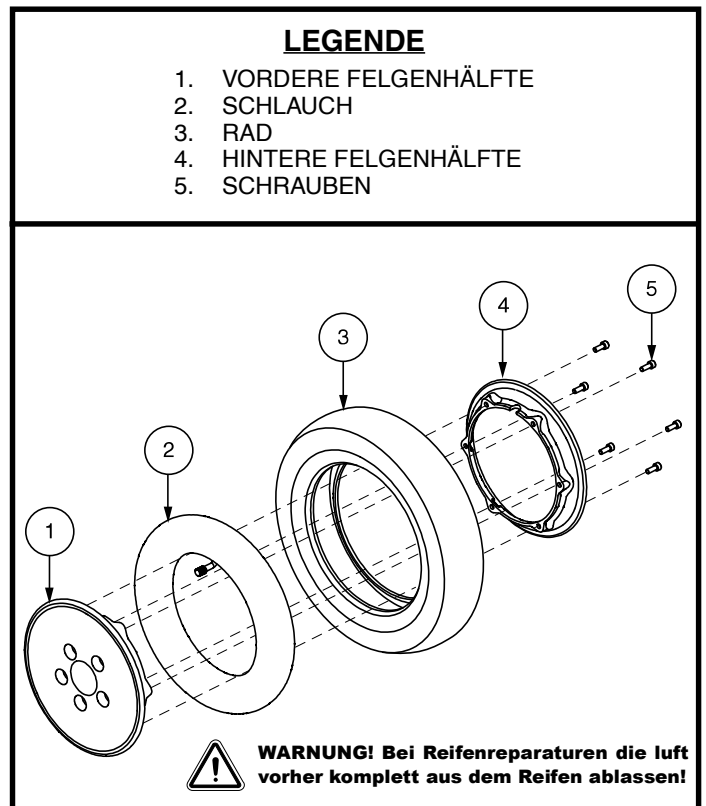

Abb. 29. Zerlegen und Zusammenbauen von Luftreifen
6. Entfernen Sie die Schrauben und trennen die äußere und innere Felge voneinander. **Siehe Abb. 29.**